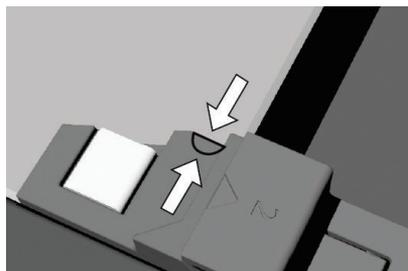

FIGURE 15
**Pour remonter la vitre**, procédez dans l'ordre inverse. Veillez à bien aligner les repères (arcs de cercle) de la porte et de la vitre (figure 15).